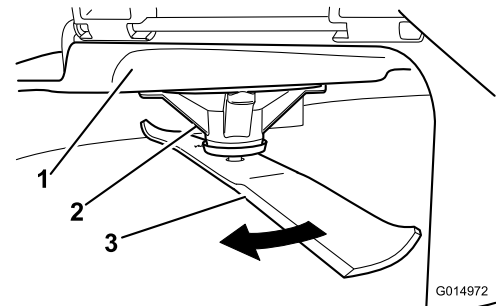

Figura 71
2. Llevando guantes fuertemente acolchados u otro tipo de protección apropiada para las manos, gire lentamente la cuchilla hasta una posición que permita medir la distancia entre el filo de corte y la superficie nivelada en la que descansa la máquina (Figura 71).